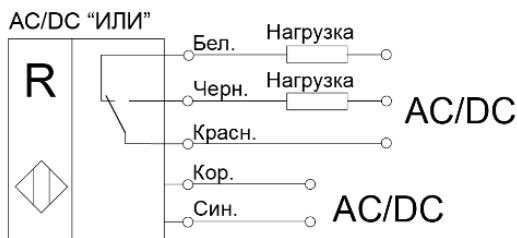

Рисунок 2 - Варианты схем подключения выключателей
3.7 Выключатели включаются в электрическую цепь по проводной схеме (Рис. 2).